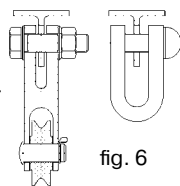

fig. 6
- Com o descarregamento desejado prender as roldanas / manilhas de acordo com a fig. 6.